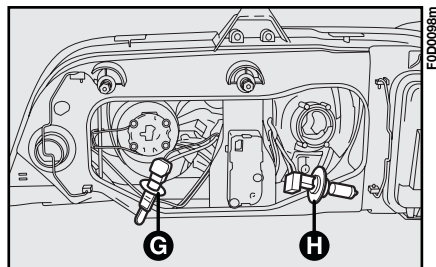

fig. 14
5) sganciare le due mollette **D** oppure **F-fig. 14** di fissaggio ed estrarre le lampade **G** oppure **H-fig. 14**.